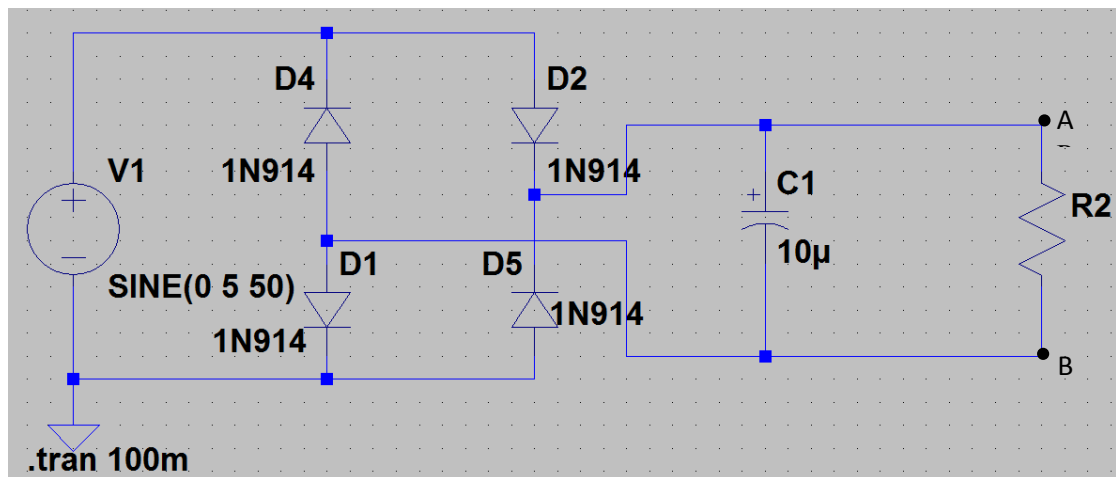

Рис.2.1 Схема для дослідження двонапівперіодного випрямляча
1. Вимірювання виконувалися за схемою, наведеною на рис.2.1